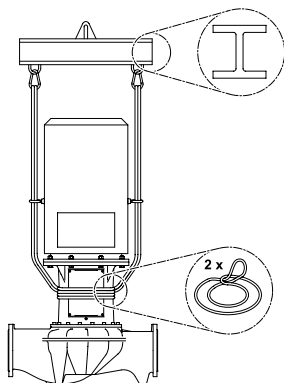

Рис. 32: Установка грузовых петель (исполнение IL)
- Для подъема краном насос следует обхватить подходящим ремнем, как показано на рисунке (Рис. 32/33). Уложить насос в петли, которые затянутся под действием собственного веса насоса.